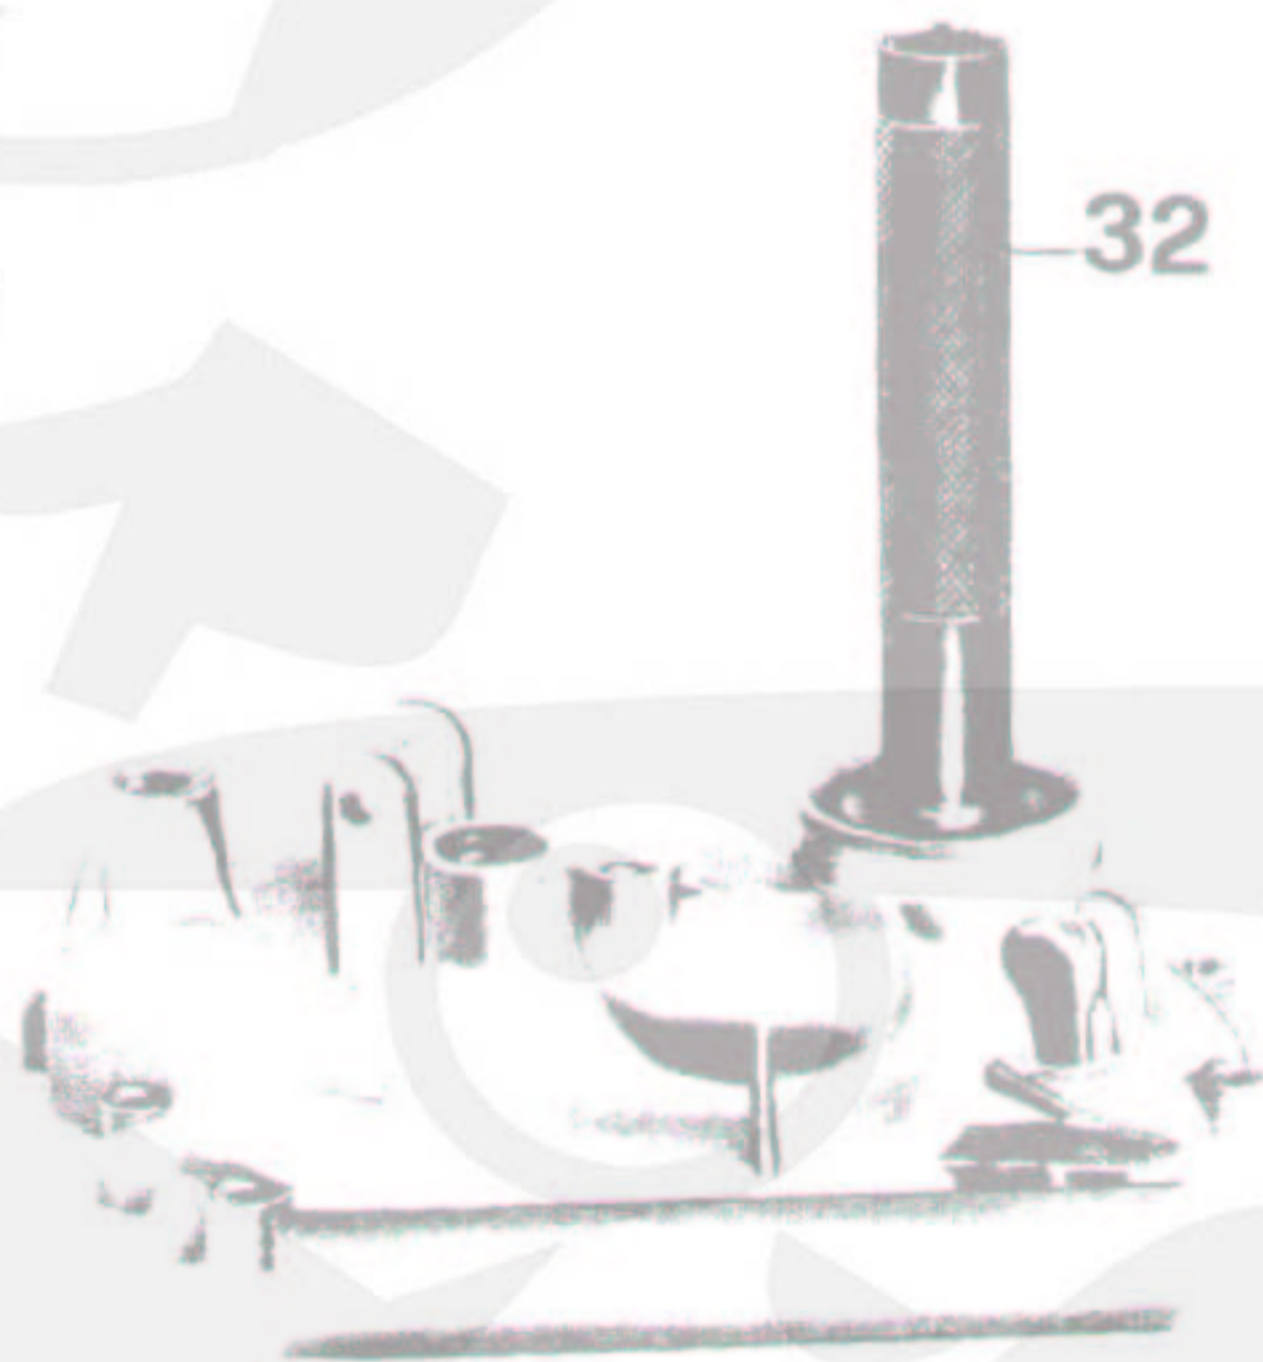

Fig. 95/1
- sfilare il cuscinetto per albero secondario a mezzo punzone n. 14929200 (32 di fig. 95/1).